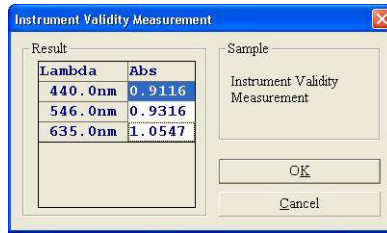
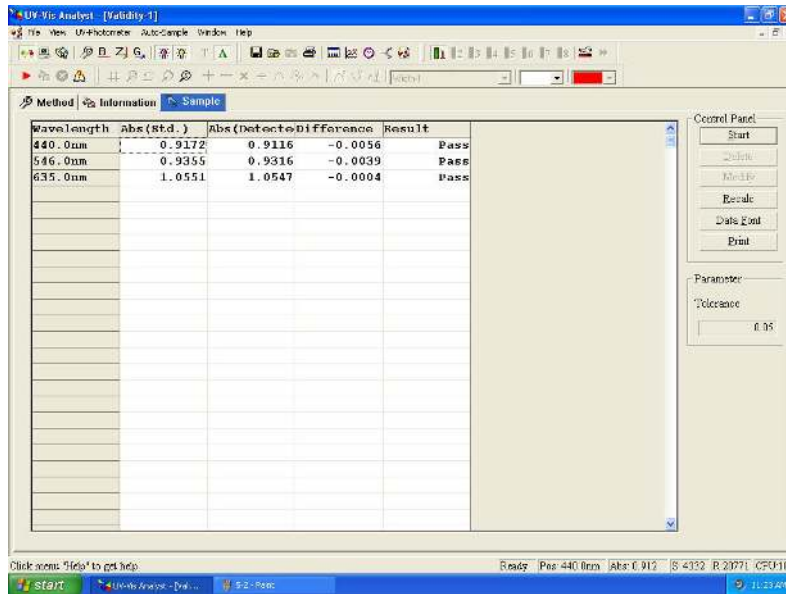

図. 5-3
図. 5-4
6. 光学標準フィルタを Sample ホルダーにセットし、 をクリックして測定を開始すると、以下のフォームが表示されます。(図. 5-3) OK をクリックすると測定結果が表にリスト化されます。(図. 5-4)